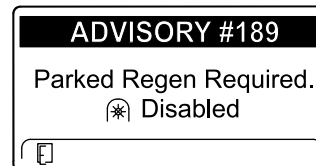

Figura 46
- Se non eseguite una rigenerazione parcheggiata entro 2 ore, l'InfoCenter visualizza il messaggio di richiesta della rigenerazione parcheggiata e di disabilitazione della presa di forza ADVISORY #189 (Figura 46).